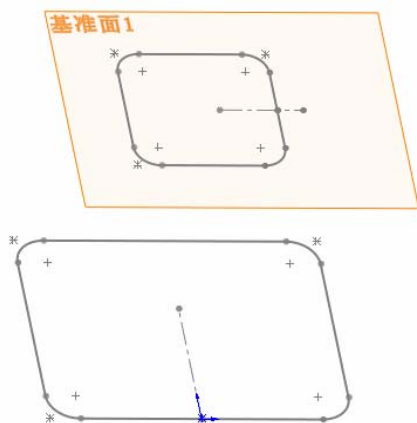

图 9-128 生成第二个草图
⑨ 剪裁草图。单击“草图”工具栏中的“剪裁实体”图标，对水平直线和矩形进行剪裁，最后使矩形具有 0.1mm 宽的缺口，如图 9-128 所示。然后单击“退出草图”图标。